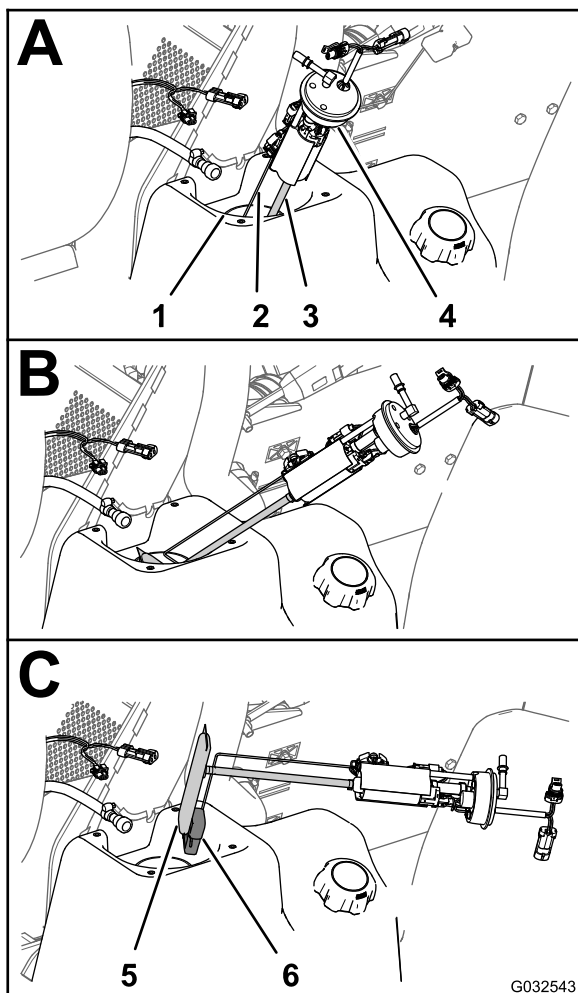
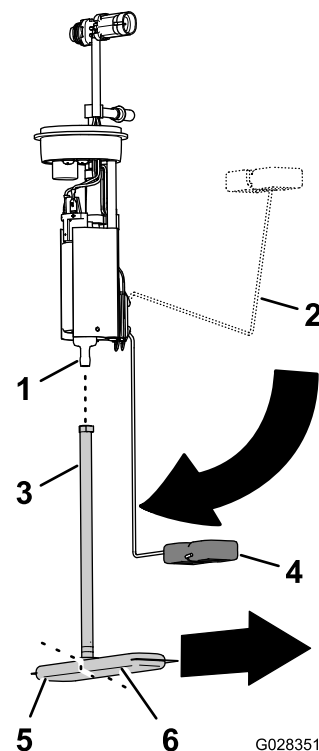

Figura 121
Figura 122
4. Levante y gire cuidadosamente la bomba de combustible/sensor para extraerlos del cuello del depósito de combustible (Figura 121).
1. Retire el tubo de aspiración del filtro de combustible del conector de la bomba de combustible (Figura 122).
2. Alinee el tubo de aspiración del filtro de combustible nuevo con el conector de la bomba de combustible (Figura 122).
3. Alinee la pata larga del filtro de combustible con el flotador, con el flotador en la posición de vacío (Figura 122).
4. Introduzca el conector de la bomba de combustible en el tubo de aspiración hasta que el conector quede bien asentado (Figura 122).
1. Junte el brazo del flotador y el tubo de aspiración, e introduzca el flotador y el filtro de combustible por el hueco del depósito de combustible (Figura 121).
2. Coloque la bomba de combustible/sensor en el hueco del depósito (Figura 121 y Figura 122).
3. Instale la junta y la tuerca sobre la bomba de combustible/sensor y sobre el cuello del depósito de combustible, y apriete la tuerca a mano (Figura 121).
4. Conecte el acoplamiento de la manguera de combustible al conector de la bomba de combustible (Figura 121).
5. Conecte el conector hembra de 2 vías del arnés de cables de la máquina al conector de 2 pines de la bomba de combustible/sensor; conecte el conector de 2 pines del arnés de cables de la máquina al conector hembra de 2 vías de la bomba de combustible/sensor (Figura 121).